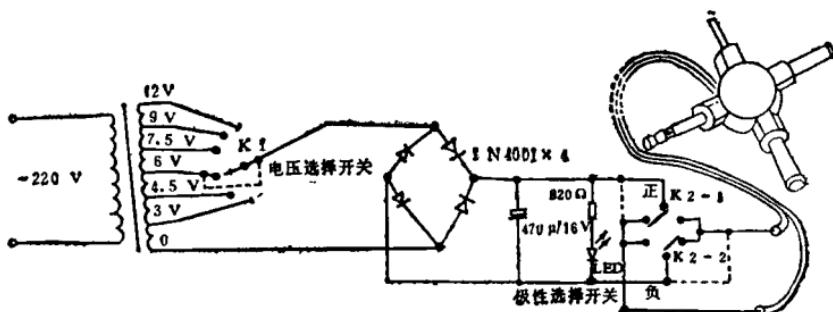

图7-2
实际上，这类电源也只经常使用一种输出电压，因此电压选择钮损坏后，可根据用电设备的电压值（如 6 V，见图 7-2 左端）来选择整流电源的有关电压抽头，直接与整流二极管接通，使电源输出与用电设备的直流电压一致。
(2) 极性选择钮损坏的应急修理：某些用户往往出于好奇，乱调电源的极性选择钮（乱调极性选择钮，要比乱调电压更危险），造成与电压选择钮类似故障。既然是类似病症，所以可使用处理电压钮的方法来处理。即根据自己实际需要极性（即输出十字插头上的极性），参考图 7-2 右端图示，用导线（或直接用锡搭焊）将虚线有关各点连结起来即可。
(3) 变压器损坏的处理方法：这类电源所用变压器，